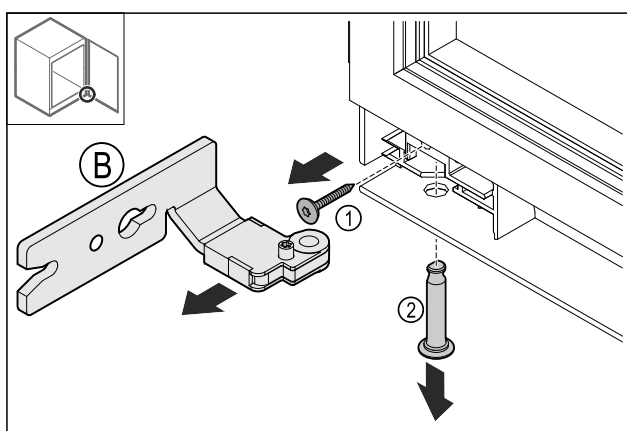

Fig. 15
- Извлеките винт Fig. 15 (1).
- Извлеките палец Fig. 15 (2).
- Извлеките шарнир Fig. 15 (B).